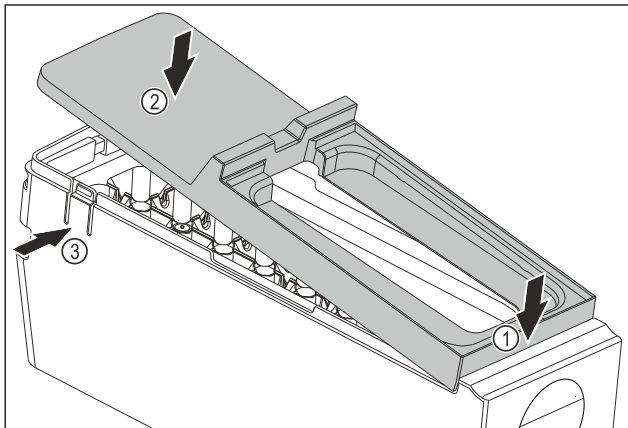

Fig. 186
- ▶ Monter le couvercle du corps de l'EasyTwist-Ice : Placer le couvercle à l'avant. Fig. 186 (1)
- ▶ Abaisser le couvercle à l'arrière. Fig. 186 (2)
- ▷ L'enclenchement du couvercle dans les deux languettes Fig. 186 (3) se fait entendre.